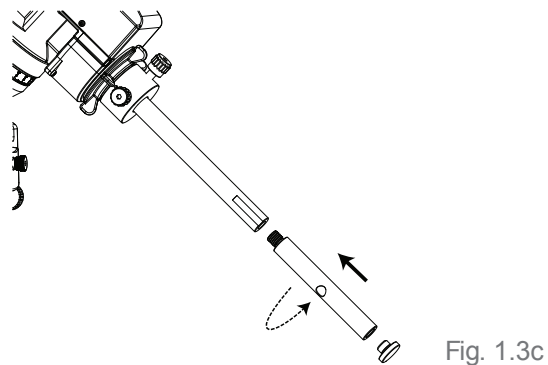

Fig. 1.3c
4. La monture AZ-EQ5 GT est livrée avec une extension de barre de contrepoids de 120mm de longueur, qui peut être vissée en bout de barre, si besoin. Veillez à bien la serrer avant d'y insérer les contrepoids (Fig. 1.3c).